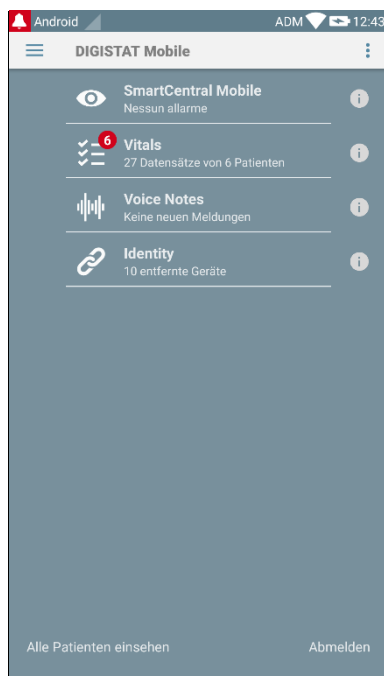

Abb. 76
- Berühren Sie die entsprechende Zeile auf dem Bildschirm des Handgerätes (Abb. 76).